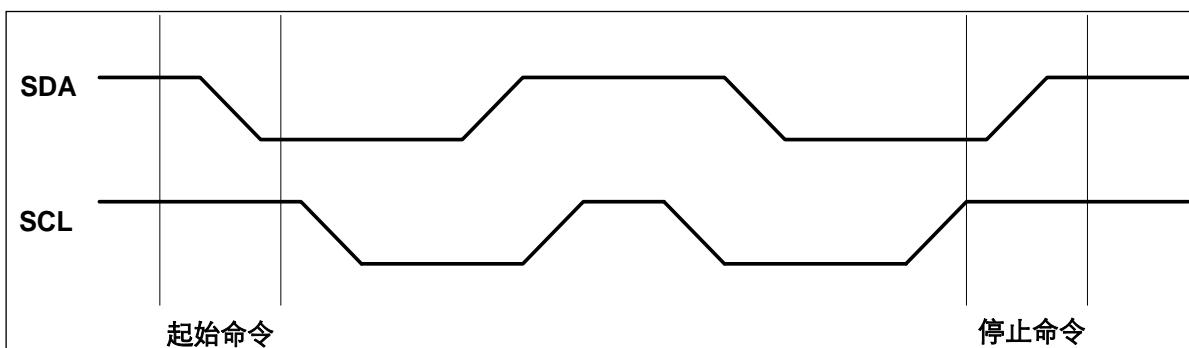

图 19-4 起始(Start)与停止(Stop)命令定义
**起始命令:** 当 SCL 为高, SDA 由高到低的变化被视为起始命令, 必须以起始命令作为任何一次读/写操作命令的开始 (参见图 19-4)。
**停止命令:** 当 SCL 为高, SDA 由低到高的变化被视为停止命令, 在一个读操作后, 停止命令会使 EEPROM 进入等待态低功耗模式 (参见图 19-4)。